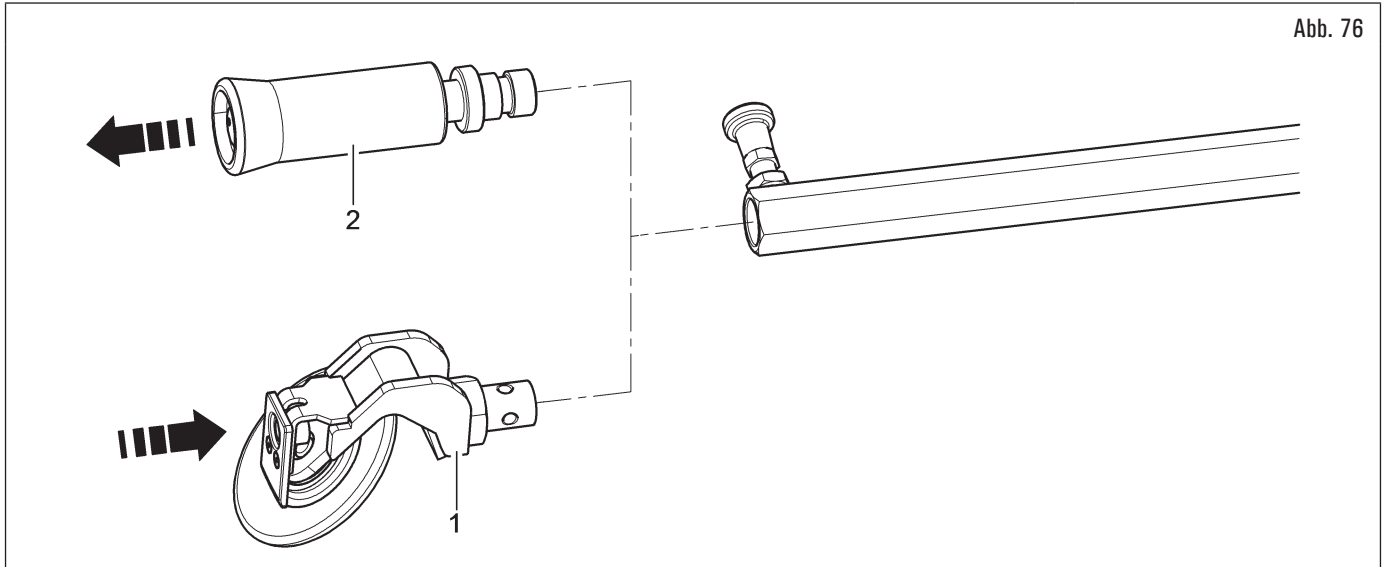

Abb. 76
- Sicherstellen, dass die geneigte Wulstabdrücksscheibe (Abb. 76 Pkt. 1) anstelle der Wulstabdrückerrolle (Abb. 76 Pkt. 2) auf der Wulstabdruck-Hubvorrichtung montiert ist.